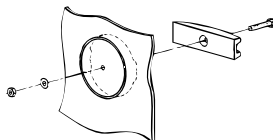

Fig. 2 Fjerning røyklokk
4. Løft, ikke tipp, peisovnen til oppreist stilling. Ildstedets plassering avgjør hvilket røyklokk som skal fjernes. Benytt vedlagte spesialverktøy. Se fig. 2: